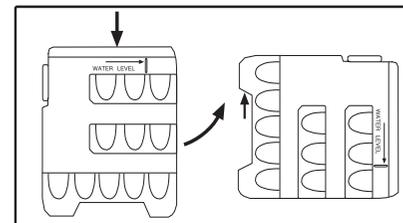

图2
- 打开冰盒盖，将冰盒按图2所示放置，往冰盒里注水，注意水位不要超过标识线 (Max Water Level)，注意：过量的注水会导致取冰困难。将冰盒按图2方向转90度，静置，直到水均匀流到椭圆的制冰区内，然后按取冰盒的逆序步骤，将冰盒放回门衬内。